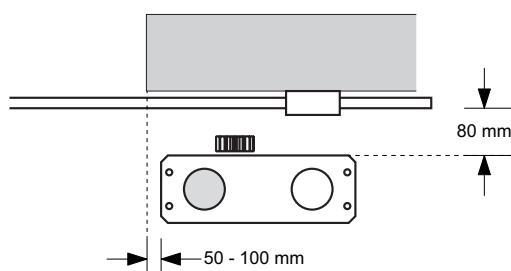

Fig. 2b
- Fig. 2b installazione con motore a destra